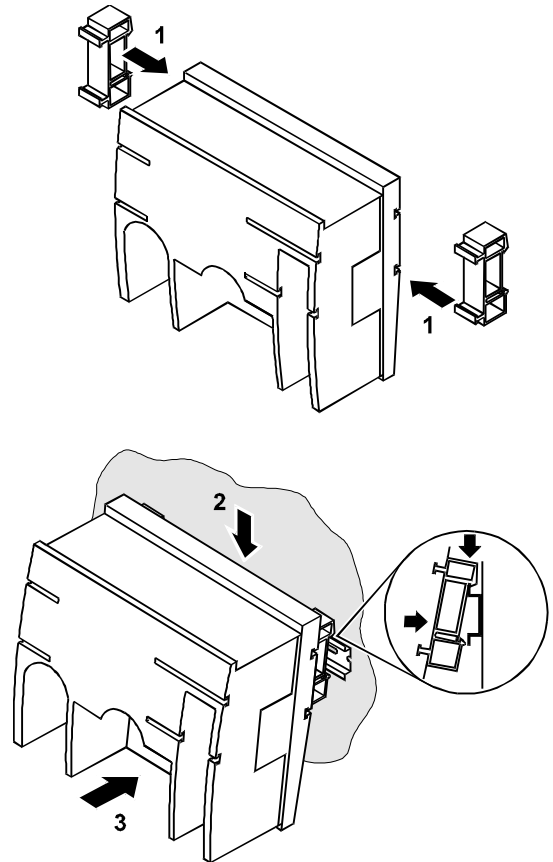

Рис. 11. Установка контроллера без ПУ в стойку
- Закрепите на корпусе контроллера скобы для крепления к направляющей стандарта DIN, как показано на Рис. Рис. 11.
- Установите контроллер на направляющую, как показано на Рис. Рис. 11.
5. Установите на корпус контроллера скобы для крепления к направляющей DIN как показано на рис. 11.